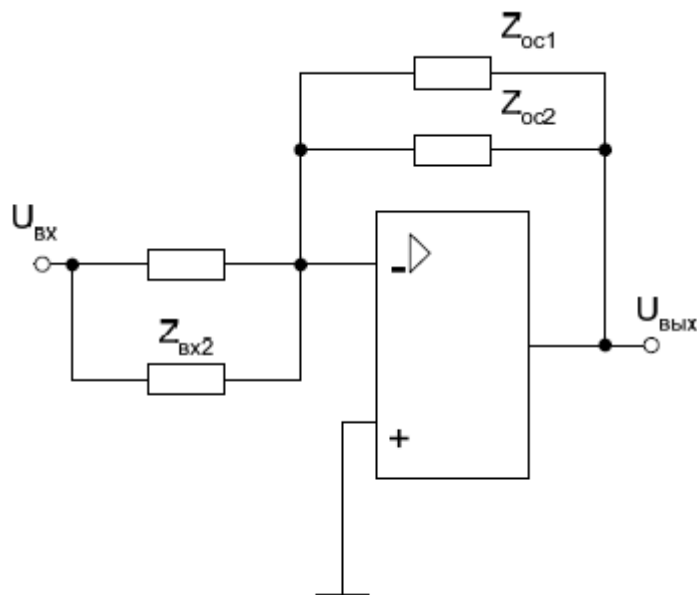

Рис. 2.1.
**Задача 1.** Записать передаточную функцию и построить ЛАХ звена, принципиальная схема которого представлена на рис. 2.1., данные для расчёта приведены в табл. 2.1.